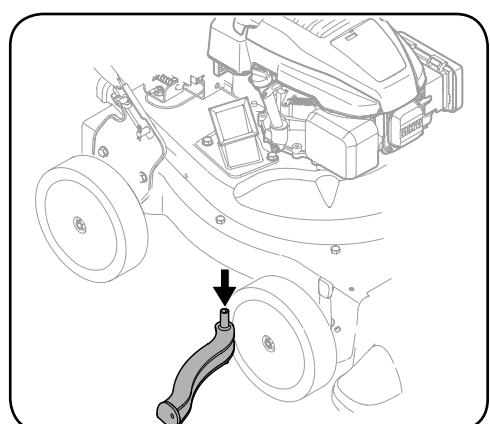

Рисунок 7-4
- Извлеките и очистите экран путем сокабливания или промывания водой. См. рисунок 7-4.